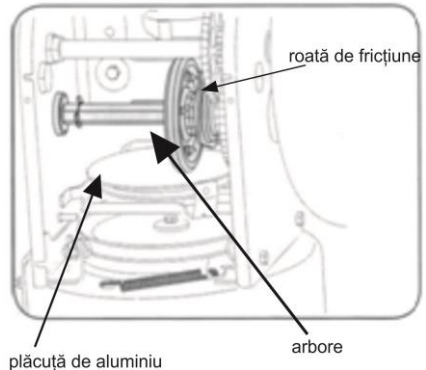

Fig. 7
2. Aplicați un strat subțire de lubrifianț universal pe arbore. (vezi Fig. 7)